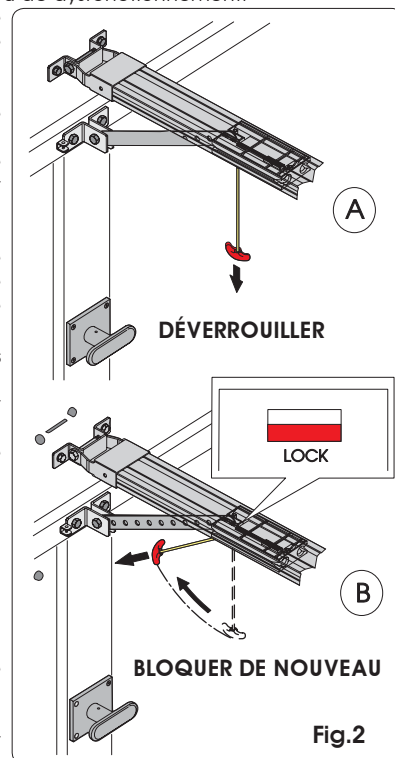

Fig.2
- Déverrouiller l'opérateur en tirant la poignée de déverrouillage vers le bas (Fig. 2 réf. A).
- Bloquer de nouveau l'automatisme en tirant la poignée horizontalement (Fig. 2 réf. B) et s'assurer qu'à l'arrêt, la fenêtre "LOCK" sous le chariot est de couleur rouge, confirmant le réarmement correct.